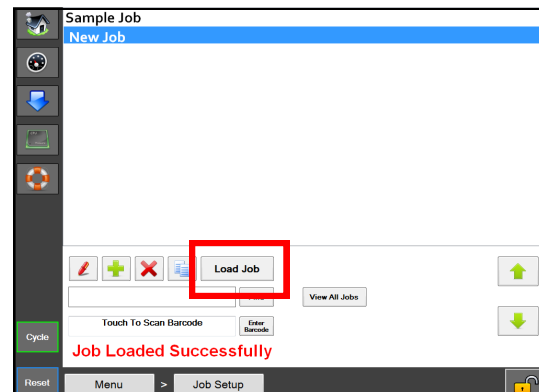

Abb. 5-2D. Schaltfläche Auftrag laden.
7. Drücken Sie die Schaltfläche Auftrag laden. Dadurch wird der markierte Auftrag an die SPS und ggf. das Etikett an den Drucker gesendet. **Abb. 5-2D.**